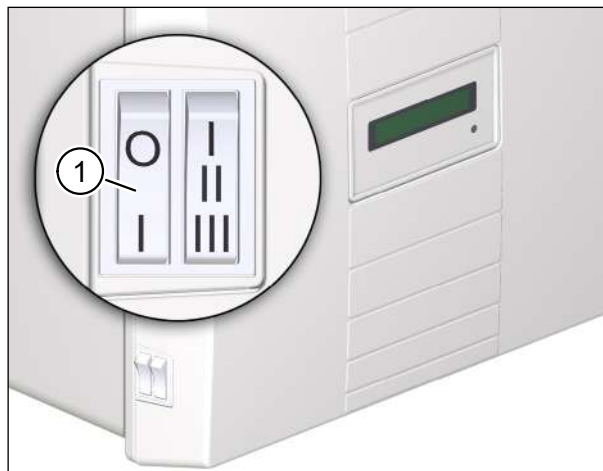
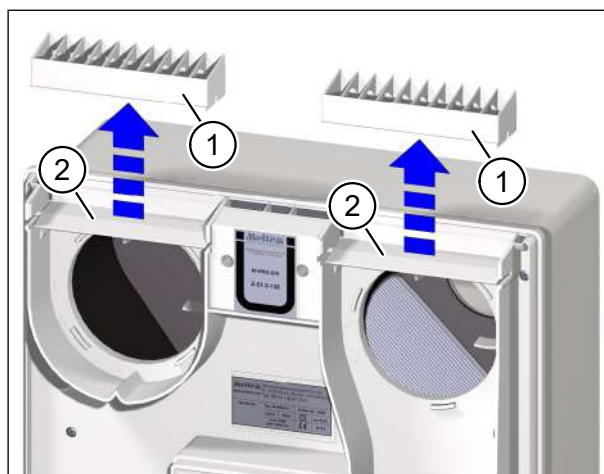

Abb. 3: Lüftungsgerät am Netzschalter ausschalten
Abb. 8: Beide Luftklappenrahmen abnehmen und reinigen
- Schalten Sie das Lüftungsgerät für den Luftfilterwechsel immer am Netzschalter (Pos. 1 in Abb. 3) aus. Bei Lüftungsgeräten mit Option M-WRG-O/NOF muss das Gerät mit Hilfe des bauseitigen Leitungsschutzschalters stromlos geschaltet werden. Anderenfalls verhindern die geöffneten Luftklappen (Pos. 2 in Abb. 8 auf Seite 13) das Entfernen und Einsetzen der Filterpatronen.
- ▶ Ziehen Sie die beiden Luftklappenrahmen (Pos. 1 in Abb. 8) vorsichtig nach oben aus dem Lüftungsgerät.
Entfernen Sie die Luftklappen (Pos. 2 in Abb. 8) nicht vom Lüftungsgerät.
- ▶ Reinigen Sie beide Luftklappen (Pos. 2 in Abb. 8) mit einem feuchten Tuch und milder Seifenlauge.
- ▶ Schalten Sie das Lüftungsgerät am Netzschalter ein (Pos. 1 in Abb. 3 auf Seite 11).